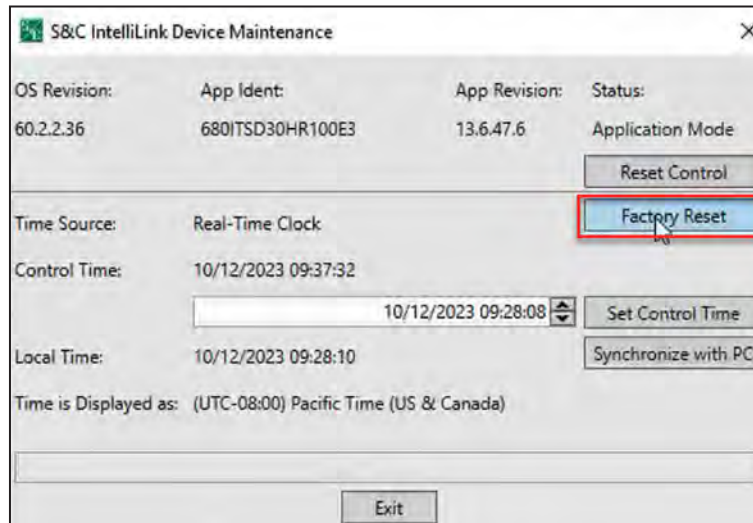

Figura 130. Botão Rearme de Fábrica.
**PASSO 3.** Quando a caixa de diálogo Manutenção do Dispositivo é aberta, clique no botão **Factory Reset** para executar o procedimento **Rearme de Fábrica**. Ver Figura 130.